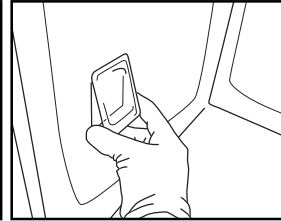

Fig. 10
5. Reposez le cache de l'ampoule en l'enfonçant jusqu'à ce qu'il s'enclenche (Fig. 10).